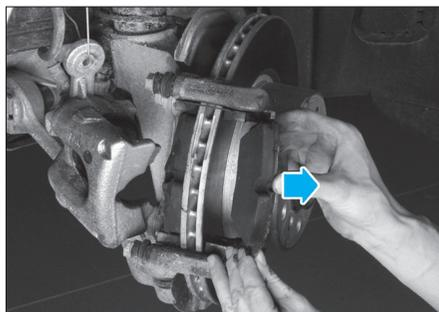

Fig. 2
- Retirer la plaquette extérieure puis la plaquette intérieure (Fig.2).